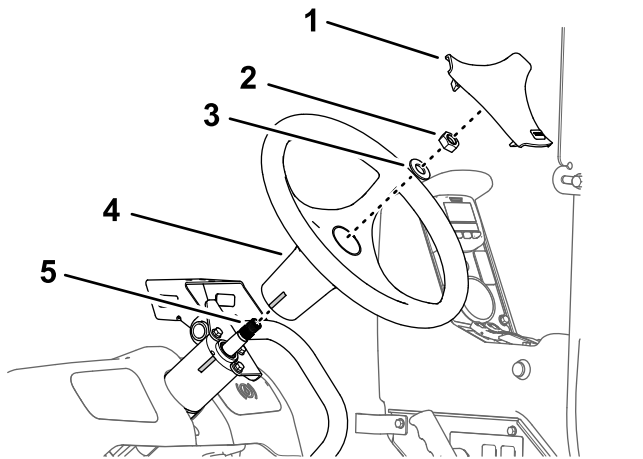

Bild 162
1. Fluchten Sie die Bandmarkierung am Lenkrad mit der Bandmarkierung am Gehäuse des Lenkventils aus (Bild 162).
2. Befestigen Sie das Lenkrad mit der Scheibe (5/8") und Mutter (5/8"), die Sie in Schritt 3 in Entfernen des Lenkrads \(Seite 77\) entfernt haben, auf dem Schaft des Lenkventils (Bild 162).